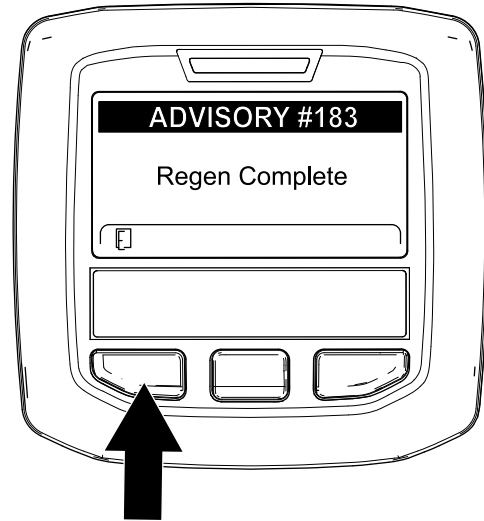

Figure 62
9. Quand le calculateur moteur achève une régénération en stationnement ou d'urgence, l'InfoCenter affiche ADVISORY #183 (avis n° 183) (Figure 62). Appuyez sur le bouton gauche pour quitter l'écran d'accueil.